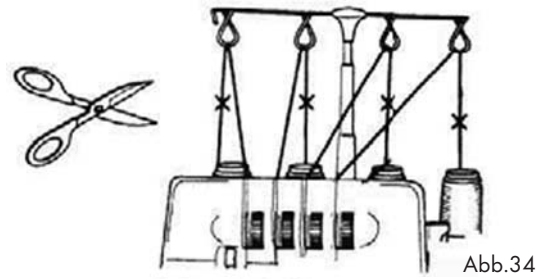

Abb.34
1. Schneiden Sie das Garn über der Spulennadel **2** ab (Abb. 34) und setzen Sie die neuen Garnrollen auf die Spulennadeln **2**.